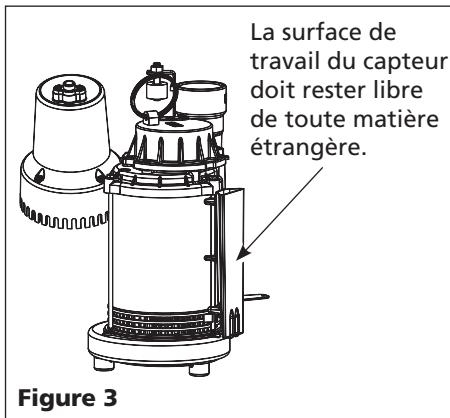

Figure 3
5. Essuyer régulièrement la surface du capteur d'eau pour éviter que de la vase ou autres revêtements s'accumuler sur le capteur (Voir la Figure 3).